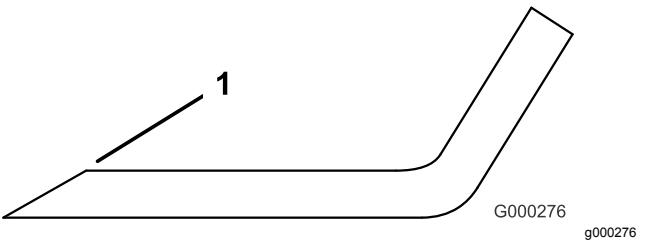

Figura 112
3. Examine as partes cortantes de todas as lâminas. Afie as extremidades de corte se estas apresentarem sinais de desgaste ou ranhuras. Afie apenas a zona superior da parte cortante e mantenha o ângulo de corte original para garantir um desempenho eficaz da lâmina (Figura 112). A lâmina mantém o equilíbrio se for retirada a mesma quantidade de metal de ambas as partes cortantes.